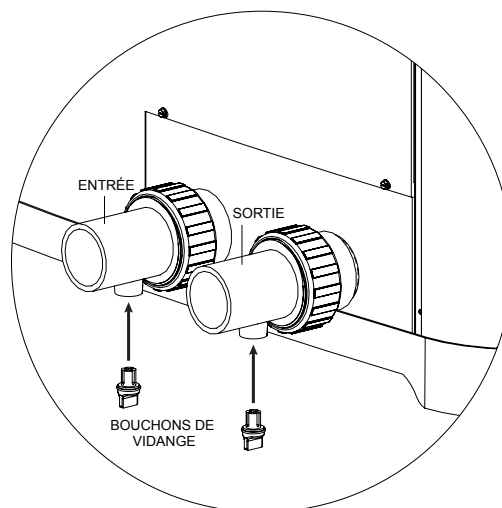

Figure 66. Bouchons des raccords de vidange
2. Alors que la pompe de la piscine est à l'arrêt, fermez les vannes d'arrêt externes et retirez les bouchons des raccords de vidange situés dans les raccords d'entrée et de sortie, afin de vidanger l'appareil. Voir Figure 66.